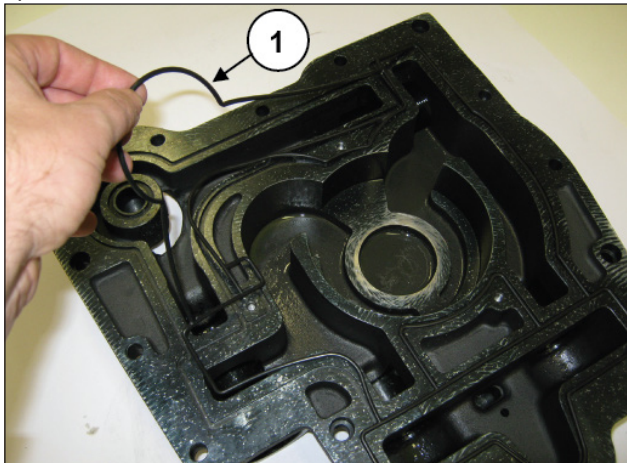

Рис. 53
Снимите профильное уплотнение O-ring и замените его при необходимости (поз. ①, Рис. 53).